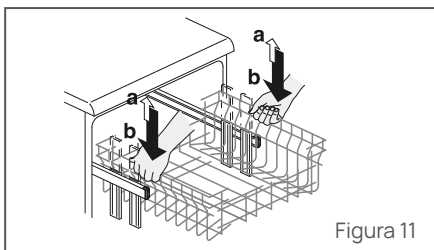

Figura 11
- Sujete el cesto de ambos lados y levántelo ligeramente (Figura 11 a).